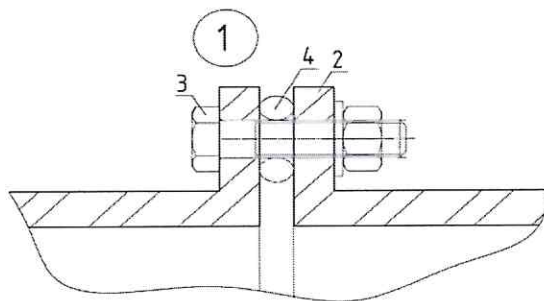

Рис. 2. Уплотнение фланцевого соединения воздухопроводов.
4.7. В качестве уплотнительного материала фланцевого соединения рекомендуется использовать негорючий материал шнур ШБТ или шнур базальтовый из непрерывного волокна. Один из вариантов соединения огнестойких воздуховодов приведен на рис. 2. Кроме того, рекомендуем при монтаже материала PRO-МБОР-5 и PRO-МБОР-8 дополнительно, поверх фланцевого соединения накладывать шнур ШБТ, во избежание прорыва рулонного материала (PRO-МБОР) о металлический фланец.